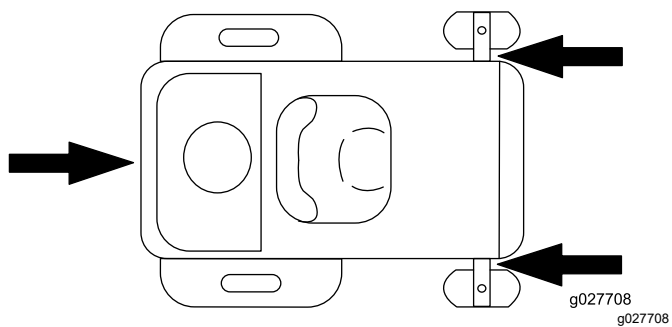

Figure 33
- Arrimez la machine près des roues pivotantes avant et du cadre arrière à l'aide de sangles, chaînes, câbles ou cordes (Figure 33). Voir la réglementation locale concernant les exigences en matière d'arrimage.